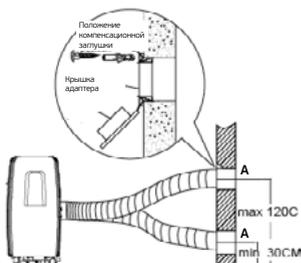

Рис.6.
1. Подготовьте отверстие в стене. Установите Адаптер А на стену (снаружи) при помощи заглушек и деревянных винтов, удостоверьтесь в надежном закреплении. (См. Рис. 6)